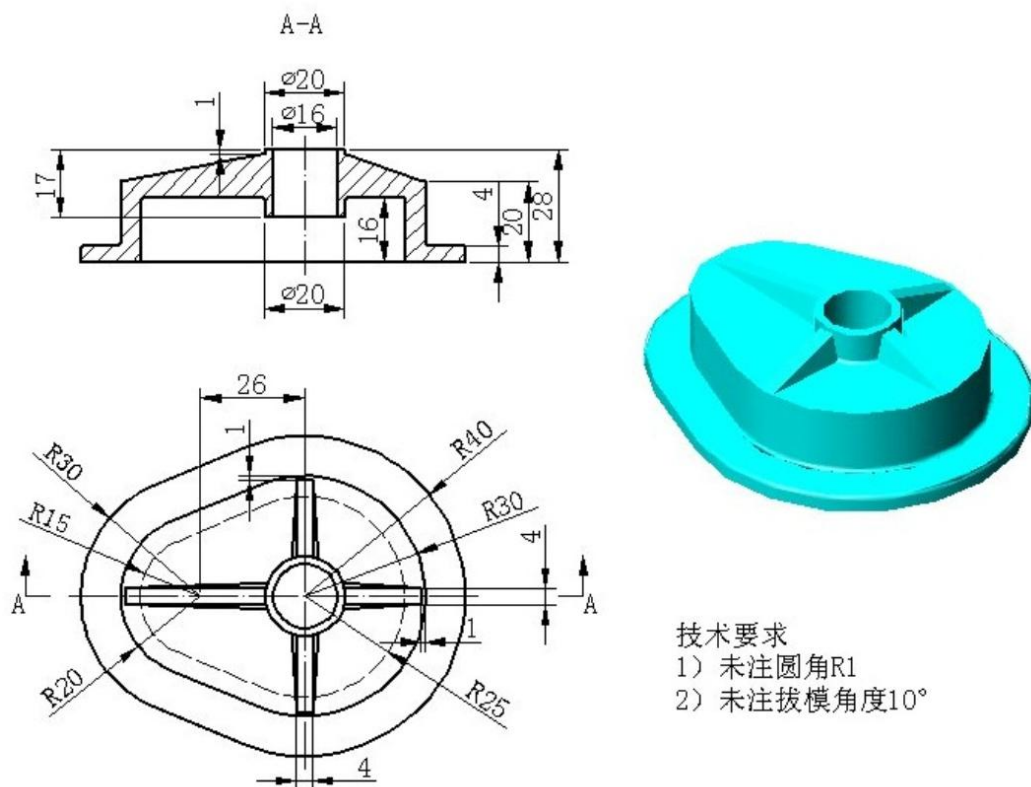

图 J1-5 三维零件 5
①在盘下建立考生文件夹，文件夹名称为“场次-工位号”，所有文件必须保存在考生文件夹中，否则记零分；
②文件名称为“J1-5”，保存在考生文件夹中；
③根据图 J1-5 所示尺寸完成三维建模；
④隐藏草图和创建的基准平面；
⑤考试过程中注意保存，考核结束时考试应立即停止操作，不得关闭电脑，离开考场。